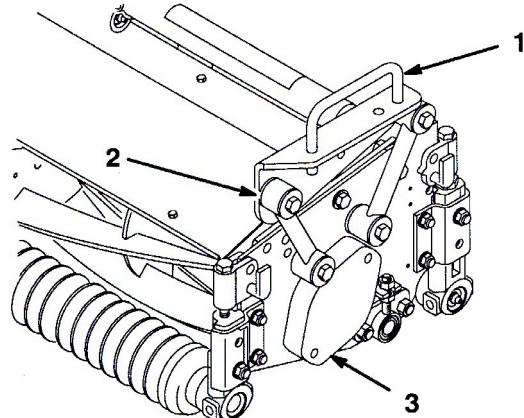
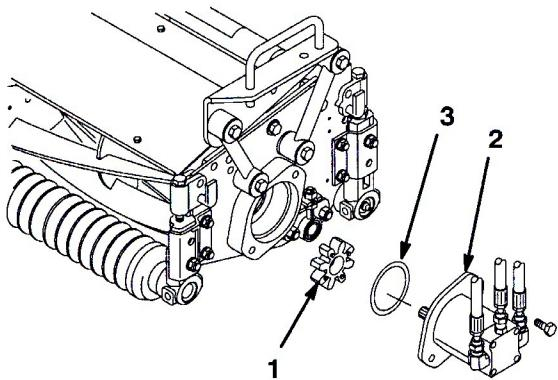

図5
図9
2. キャリア・フレームを、各カッティングユニットの取り付け穴に合わせる（図5）。
3. キャップスクリュ2個（ $3/8 \times 2-1/4$ ）、平ワッシャ（2枚）とロックナットを使用して、取り付けリンクとキャリア・フレームを連結する（図5）。ワッシャはリンク両側に1枚ずつ使用する。ナットを42 N.m (4.2 kg.m) にトルク締める。
- 右側カッティングユニットの内側からベアリング・ハウジングのカバー(図5)を取り、そのカバーとガスケット(カッティングユニット付属部品)を外側に取り付ける。ベアリング・ハウジングからスピーダ・カップリング(図9)を取り出す。
- 駆動モータのフランジにOリング(カッティングユニットの付属部品)を取り付ける(図9)。
- モータとスピーダ・カップリングをカッティングユニットの駆動側に取り付け、カッティングユニットに付いているキャップスクリュ(2個)で固定する(図9)。